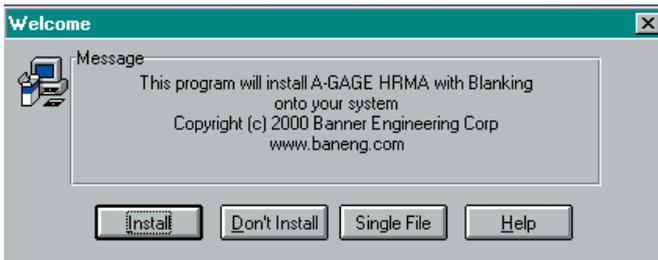

Abbildung 4-1. Installation der MINI-ARRAY-Software: Begrüßungs-Screen
2. Es erscheint ein Welcome-(Begrüßungs) Dialogfeld (Abbildung 4-1). Wählen Sie **Installieren**.